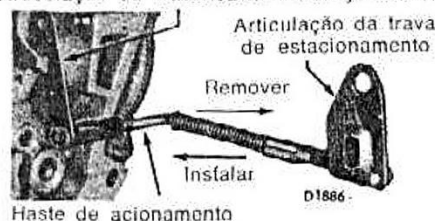

fig. 60 — remoção ou instalação da haste de acionamento da trava de estacionamento
3. Por trás da caixa da transmissão, remover em conjunto, a articulação da trava de estacionamento, haste de acionamento e a articulação da alavanca de mudança manual (fig. 60).
3. Por trás da caixa de transmissão, instalar o conjunto da haste e articulação de acionamento (fig. 60).